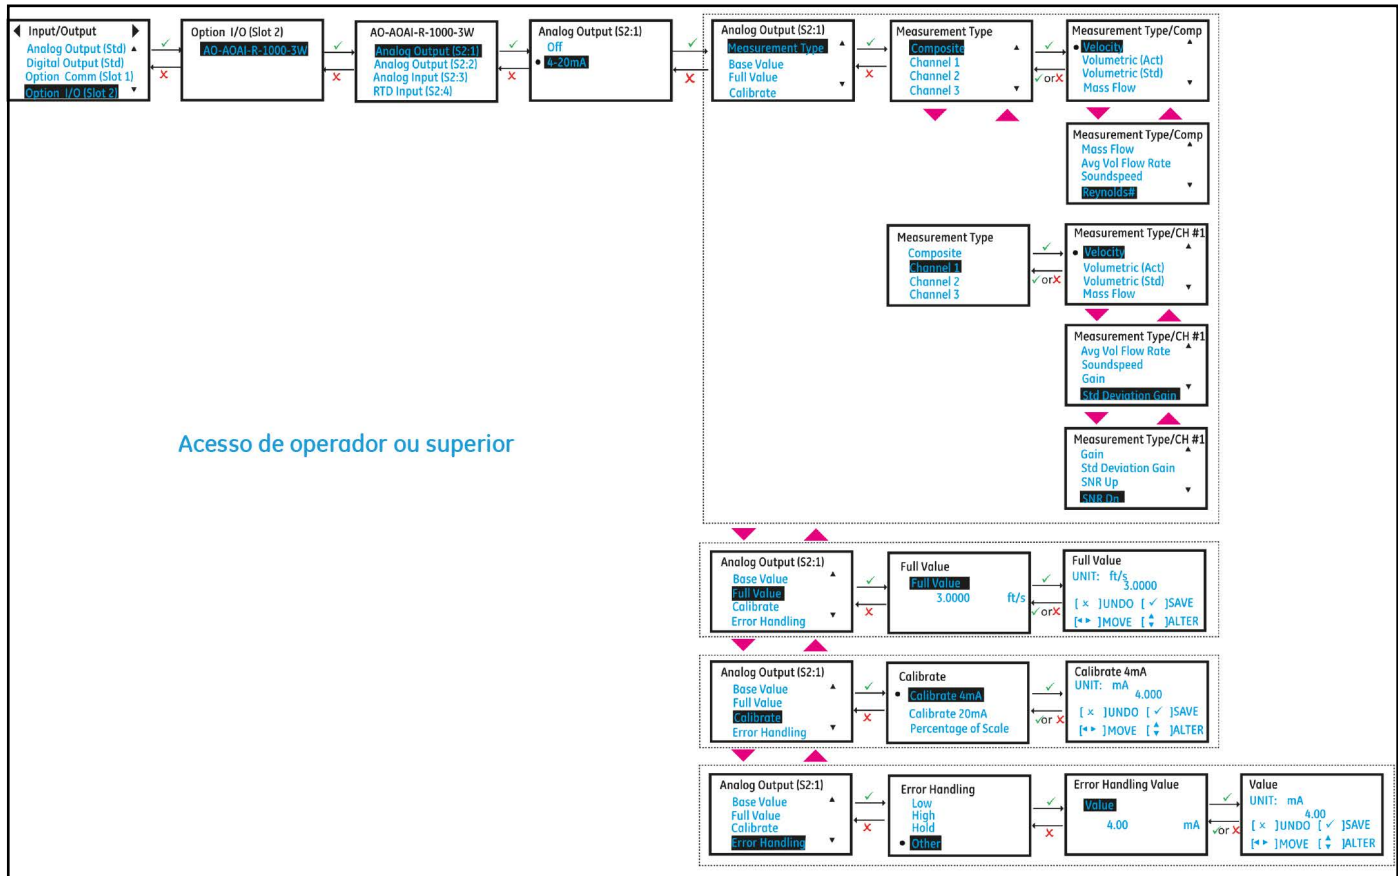

Figura 37: Configurar saída analógica de I/O opcional
4. Se efetuar a ligação a uma saída analógica, selecione a opção 4-20mA. *Figura 37* abaixo, mostra as opções disponíveis.